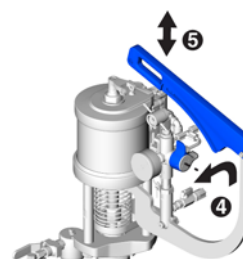

FIG. 27
5. Portare la valvola di rilascio/ricircolo pressione della pompa del catalizzatore in posizione di erogazione. Vedere FIG. 27.
6. Portare la linea di uscita del fluido della pompa del catalizzatore alla pressione di erogazione (vedere FIG. 27):